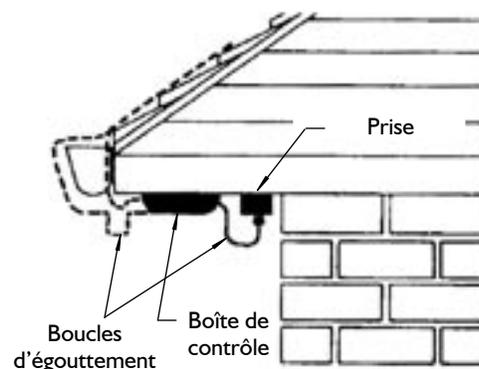

Fig. 2
1. Monter le RS2 sous la sous-face d'avant-toit ou un endroit équivalent protégé contre les intempéries, à l'aide des vis fournies. Se référer à la Fig. 2. Pour permettre le branchement du cordon qui se trouve sur le contrôle, s'assurer que l'emplacement du montage est assez proche de la prise alimentant l'unité en électricité. La connexion doit être située de façon à avoir la meilleure protection contre les intempéries et une boucle d'égouttement doit être utilisée comme il convient. Pour assurer une protection maximale, les boucles d'égouttement doivent être utilisées entre la boîte de contrôle et le fil détecteur et le raccord d'alimentation vers le filament de chauffage comme il convient. Au besoin, la prise peut être commandée par un interrupteur (muni d'une lampe-témoin) situé à l'intérieur de la maison. Voir Fig. 2.